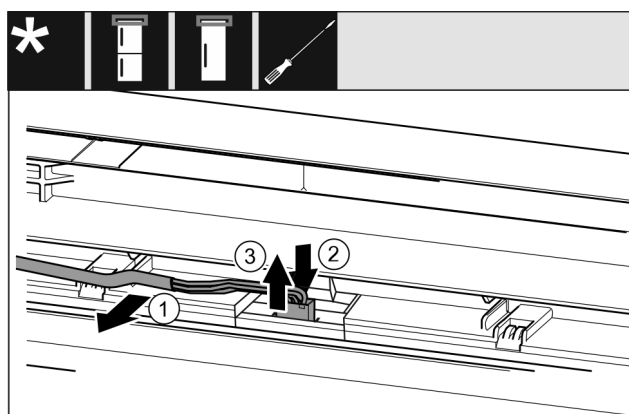

Fig. 9 Kombinace chladničky s mrazničkou / mrazničky / chladničky
- Kabel Fig. 9 (1) opatrně uvolněte z vedení ve dveřích.
- Zatlačte lamelu Fig. 9 (2) za zástrčku směrem dozadu.
- Zástrčku Fig. 9 (3) opatrně vytáhněte směrem nahoru.